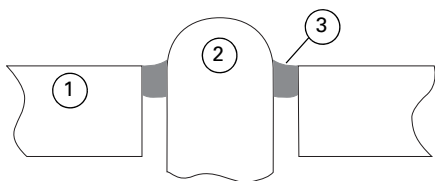

Fig. 7: LED sigillato
- 4 Per raggiungere il grado di protezione meccanica IP22 è necessaria una sigillatura aggiuntiva. Applicare del sigillante al silicone Loctite S1595 intorno al LED come illustrato nella fig. 7. Osservare come il sigillante riempie il piccolo spazio tra il LED e il relativo foro nel coperchio. Accertarsi che il sigillante non giunga sulla superficie del LED. Si raccomanda l'uso di un ugello fine.